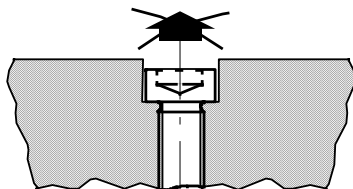

Fig. 3
- Utiliser le produit dans son état d'origine, sans apporter de modifications. Tous les composants sont fixés au moyen de frein filet (→ Fig. 3).